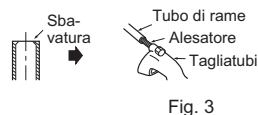

Fig. 3
- Nel collegare il tubo di scarico al tubo rigido in cloruro di vinile, avere cura di inserirlo saldamente all'interno di quest'ultimo. (Fig. 3)
- Porre il coperchio dello scarico sulla sezione su cui il tubo di scarico deve essere applicato sul retro dell'unità interna. (Fig. 3)
- 2) Rimuovere completamente tutte le sbavature dalla sezione di taglio del tubo. (Fig. 3)